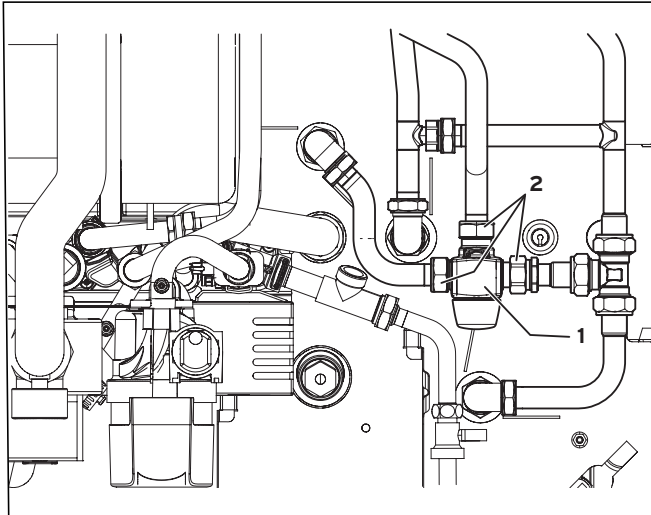

Abb. 9.9 Einbaulage des Warmwasser-Thermostatmischers
- Lösen Sie die Verschraubungen (2) und entnehmen Sie den Warmwasser-Thermostatmischer (1).
- Montieren Sie den neuen Warmwasser-Thermostatmischer wie in Abbildung 9.9 gezeigt.